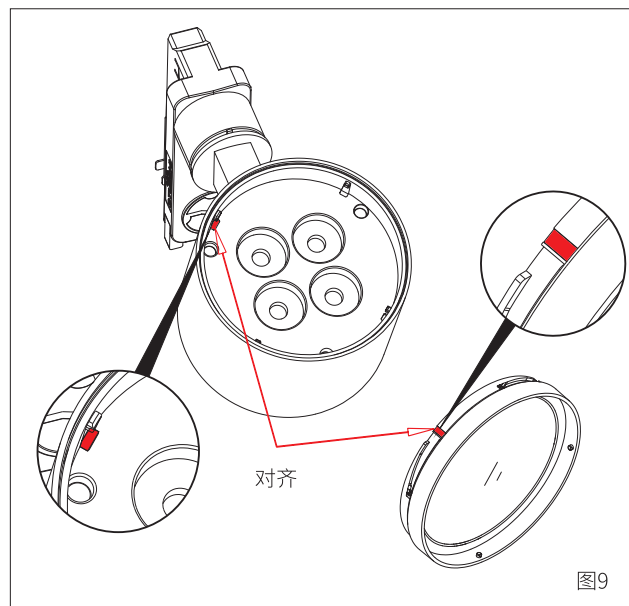

图9
1. 将光学模组上的红色硅胶条对齐灯具卡点处红色硅胶块（图9）；